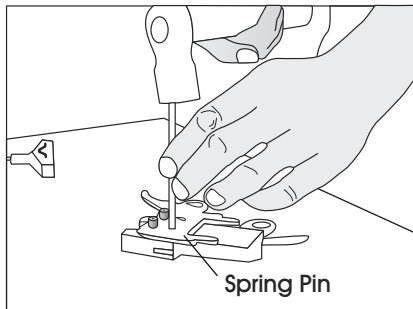

Figure 20
7. Retirez la cheville ressort à l'aide d'un marteau et d'une tige droite de 6 mm. (Voir Figure 20)